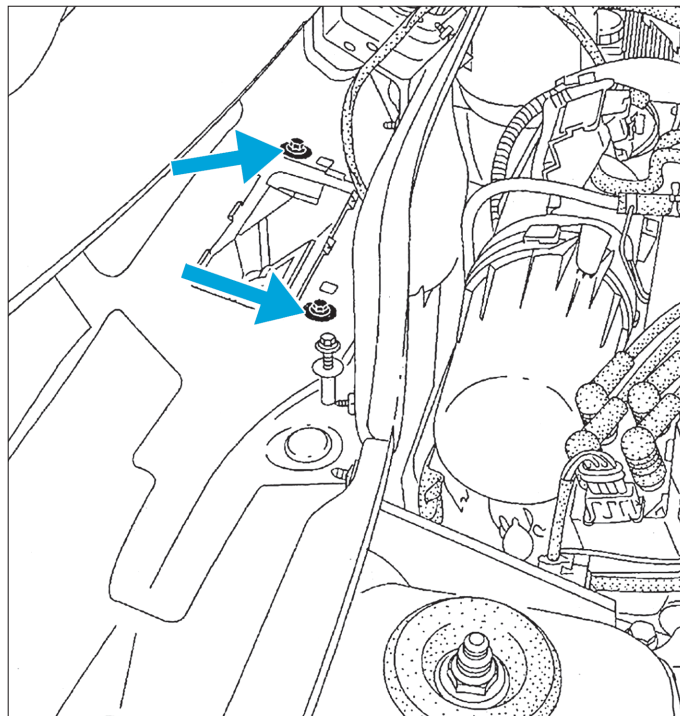

Fig. 9
- Dans le compartiment d'auvent, déposer les vis de fixation du bloc chauffage (Fig.9).